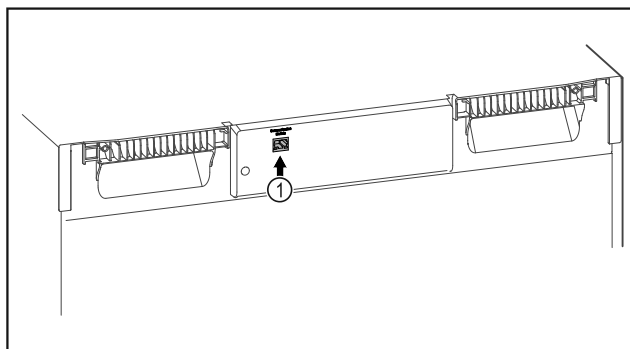

Fig. 82
- SmartModule Fig. 82 (1) is geplaatst.